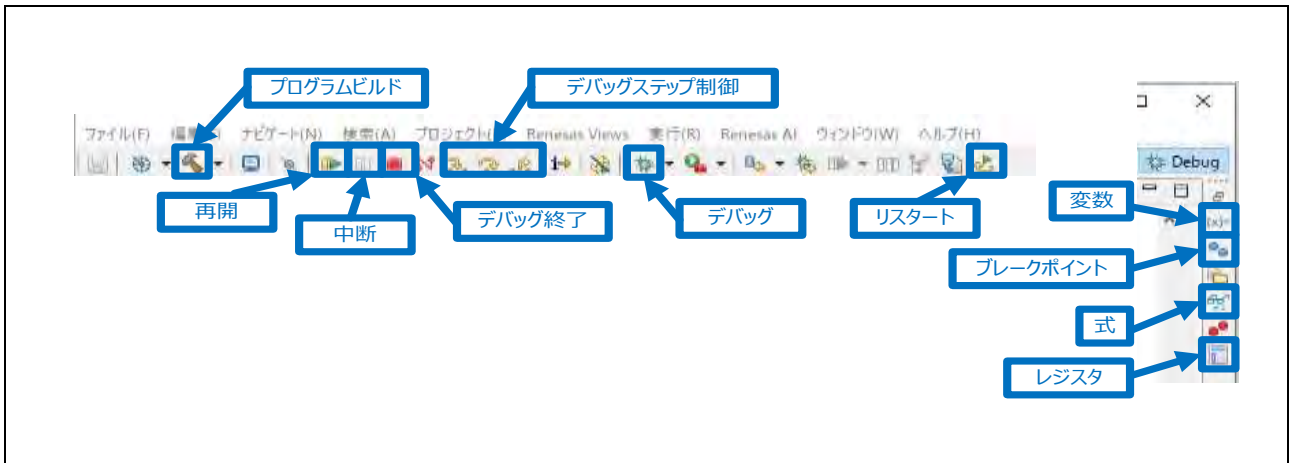
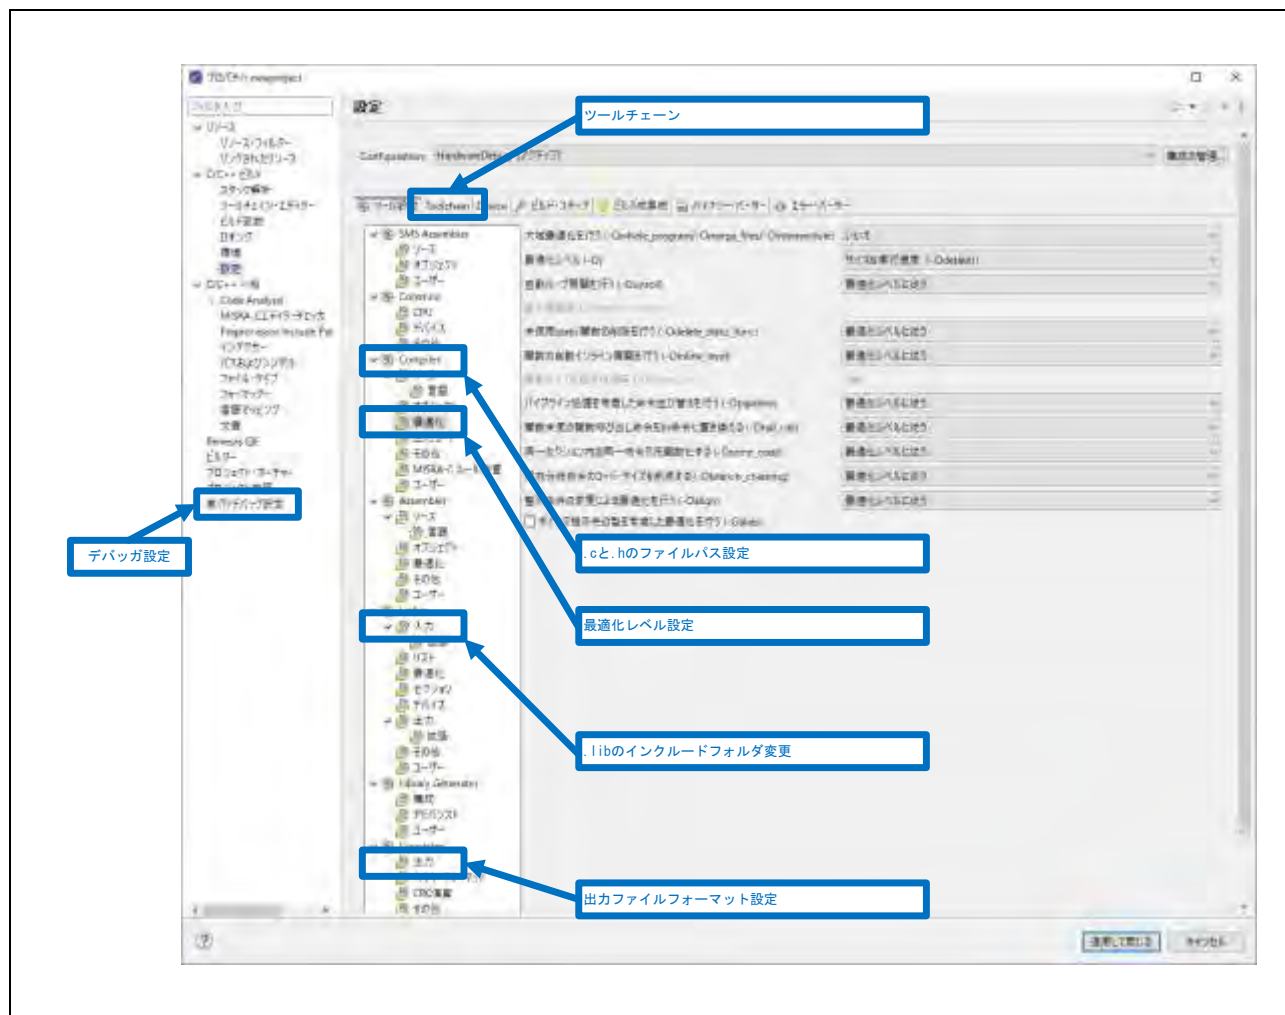
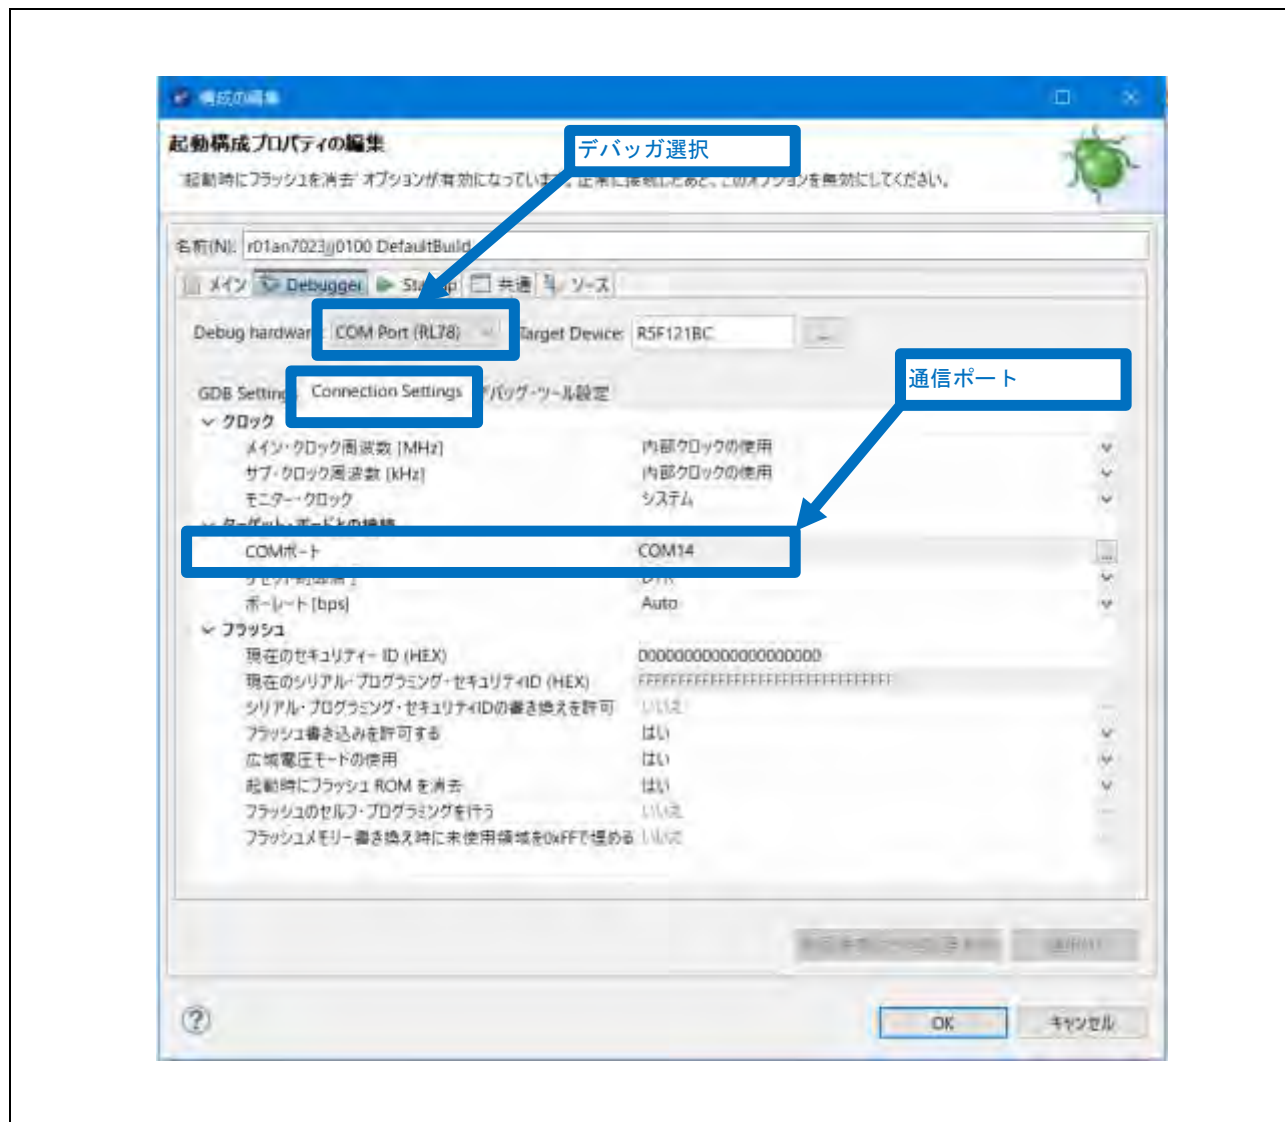

図 2-21 よく使われるデバッグ機能
図 2-22 よく使われるプロジェクト設定 (1/2)
図 2-23 よく使われるプロジェクト設定 (2/2)
(5) 図 2-20、図 2-21、図 2-22、図 2-23 は e2 studio 機能の簡単な紹介を示しています。
あらかじめ、図 2-23 を参考にデバッガの設定をしておきます。